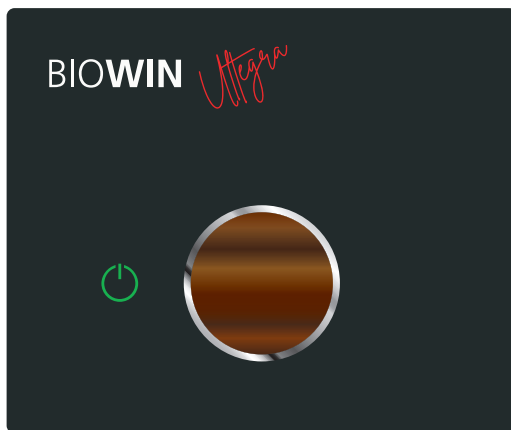

Fig. 60 BioWIN Ultegra ausgeschaltet
- ▶ Kessel mittels myMagic Button ausschalten (siehe Punkt 12.5 auf Seite 24) und warten bis der Ausbrandbetrieb fertig ist, Symbol  leuchtet dauernd und der Farbring ist aus (ca. 20 min.) – Fig. 60.